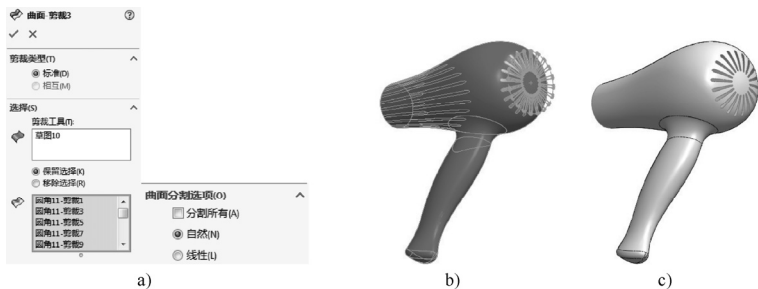

图 5-98 剪裁出电吹风的进风口
STEP 9 单击“剪裁曲面”按钮，打开“曲面-剪裁”属性管理器，以“标准”方式，选择“草图 10”对曲面进行剪裁（曲面的保留部分包括吹筒曲面前部的映射面），得到电吹风的进风口，如图 5-98 所示。